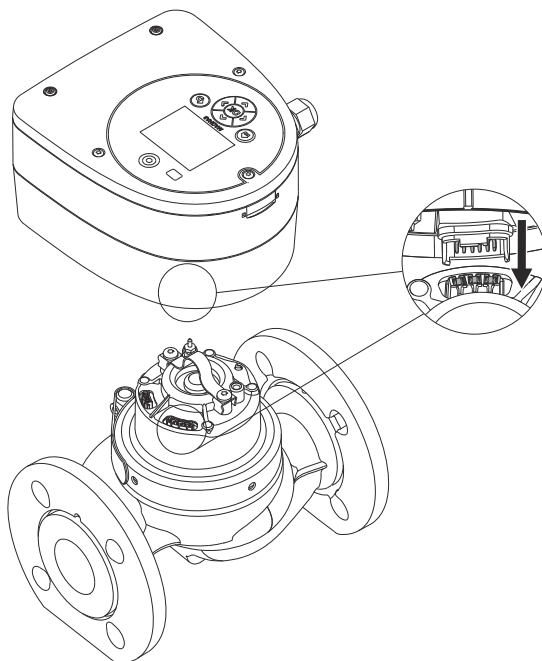

Рис. 15 Установка блока управления
- Установите новый блок управления. Убедитесь, что соединительные контакты головной части насоса подключены к блоку управления. См. рис. 15.
11. Установите блок управления. Убедитесь, что штекеры головной части насоса и блока управления соединены. См. рис. 15.